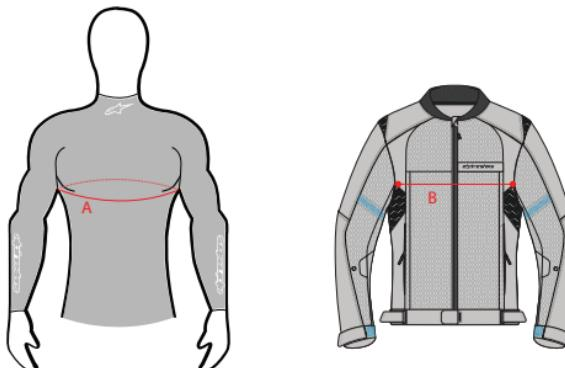

Abbildung 22: Referenzen für die Messungen des Brustumfangs (A) und der Brustweite (B) des Kleidungsstücks
Das System kann mit jeder Oberbekleidung getragen werden, die die folgenden Kriterien erfüllt: Messen Sie den Brustumfang (A) und die Kleidungsbreite im Brustbereich (B). Das Kleidungsstück ist mit dem System kompatibel, wenn B größer ist als A geteilt durch 2 plus 16 cm ($B > 0,5 \times A + 16 \text{ cm}$ oder $B > 0,5 \times A + 6,30 \text{ in}$) (Abbildung 22).